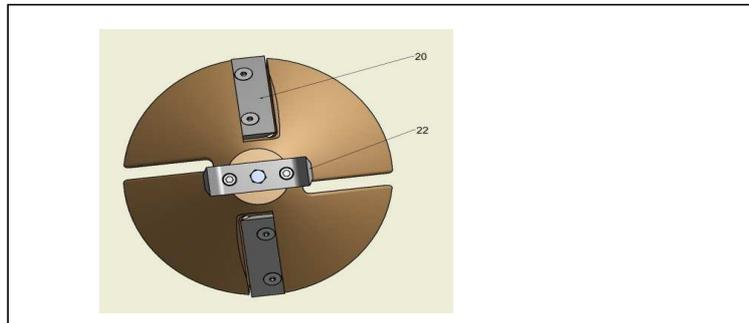

Bild 8: Vorzerkleinerer und Hauptmesser
3. Vorzerkleinerer (Bild 8, [22]) bzw. Hauptmesser (Bild 8, [20]) abschrauben.
6. Den Kegelpfopf-Stopp (Bild 8, [34]) abmontieren und entnehmen.